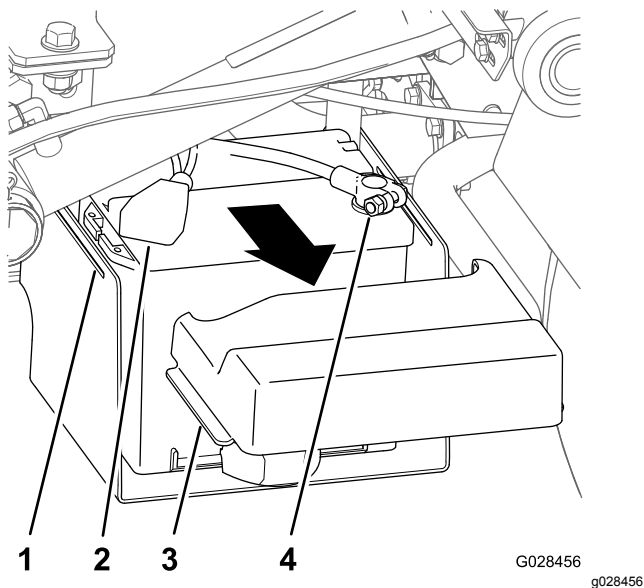

Figura 15
- Stringete i lati del coperchio della batteria per liberare le linguette dalle fessure nella cassetta della batteria, quindi rimuovete il coperchio della batteria dalla cassetta della batteria stessa (Figura 15).
- Fate scivolare il cappuccio all'indietro e scollegate il morsetto negativo dalla batteria (Figura 15).
- Scollegate il morsetto positivo dalla batteria (Figura 15).